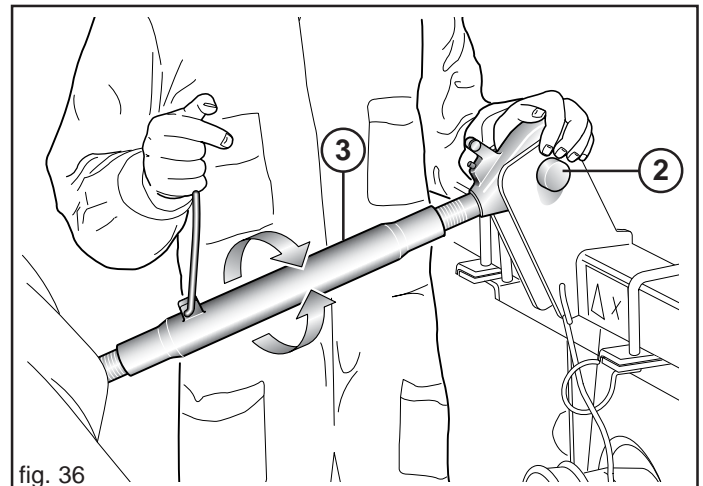
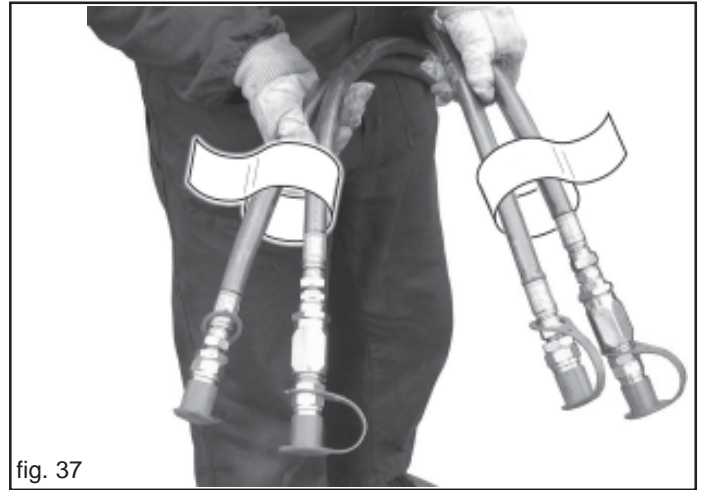
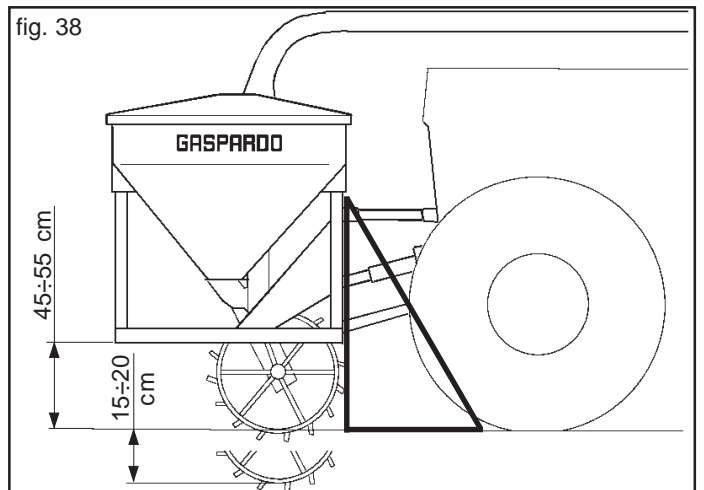

fig. 36
fig. 37
fig. 38
- 2) Collegare il terzo punto superiore (2, Fig. 36); la spina va bloccata con l'apposita copiglia; mediante il tirante di regolazione (3, Fig. 37) fare in modo che l'attrezzatura si sia perpendicolare al terreno (Fig. 38).
- 4) Collegare correttamente i tubi oleodinamici ai distributori del trattore seguendo l'indicazione riportata su ogni tubo (Fig. 37).
- 5) Sollevare l'attrezzatura anteriore, rimuovere i piedi di appoggio. Per garantire la rotazione della ruota di trasmissione, regolare l'altezza dal suolo dell'attrezzatura in posizione di lavoro (45÷55 cm Fig. 38). Questa distanza deve essere mantenuta costante durante il lavoro.
- 6) In condizioni di lavoro garantire l'aderenza al terreno della ruota motrice. Utilizzare gli anelli catena (C), indicati in Figura 42, per regolare un'escursione di circa 15÷20 cm (Fig. 38).